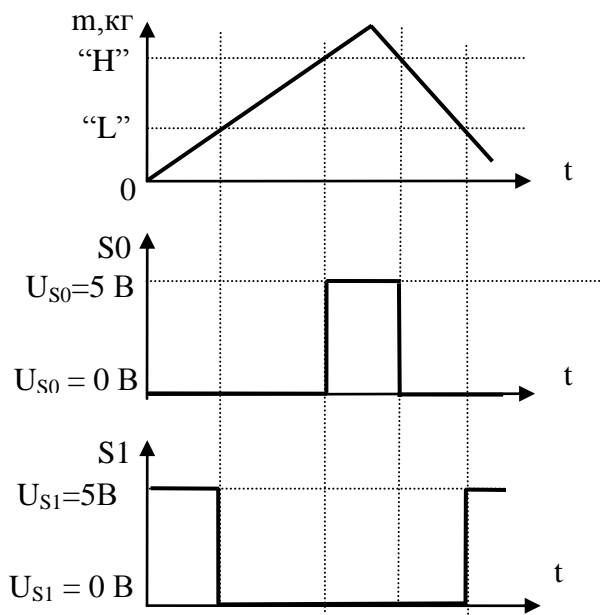
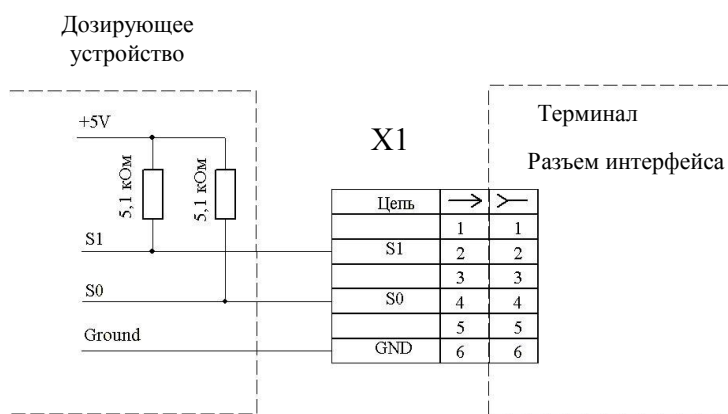

Рис. 8.3
Рис. 8.4
8.4.2 Сигналы, формируемые весами в режиме управления дозирующим устройством, приведены на Рис. 8.3. Подключение весов к устройству дозирования, производится через разъем интерфейса терминала. Электрическая схема подключения приведена на Рис. 8.4.